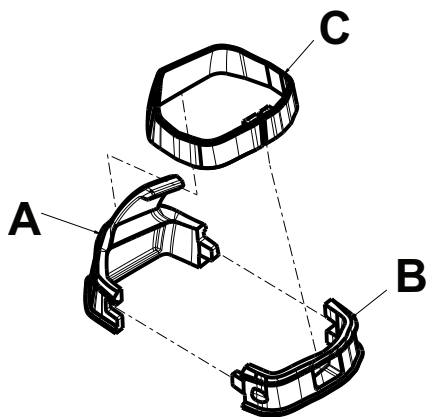

Рисунок 35 – Компоненты крючка для внутривенных вливаний
2. Совместите две сопрягаемые части (А и В) крючка для внутривенных вливаний и удерживайте их на поручне (Рисунок 35).
3. Надвиньте удерживающее кольцо крючка для внутривенных вливаний (С) на поручне на две части крючка для внутривенных вливаний (Рисунок 35).